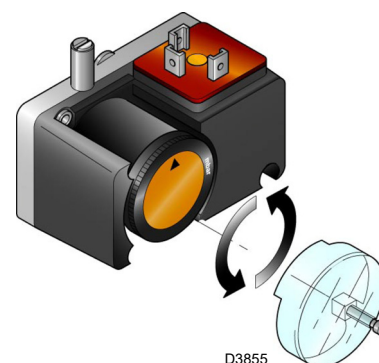

Fig. 32
- Regular el presostato gas de mínima (Fig. 32 en la pág. 28) en inicio de la escala.
Realizar el ajuste del presostato gas de mínima (Fig. 32) después de ajustar el quemador, las válvulas de gas y el estabilizador de la rampa.